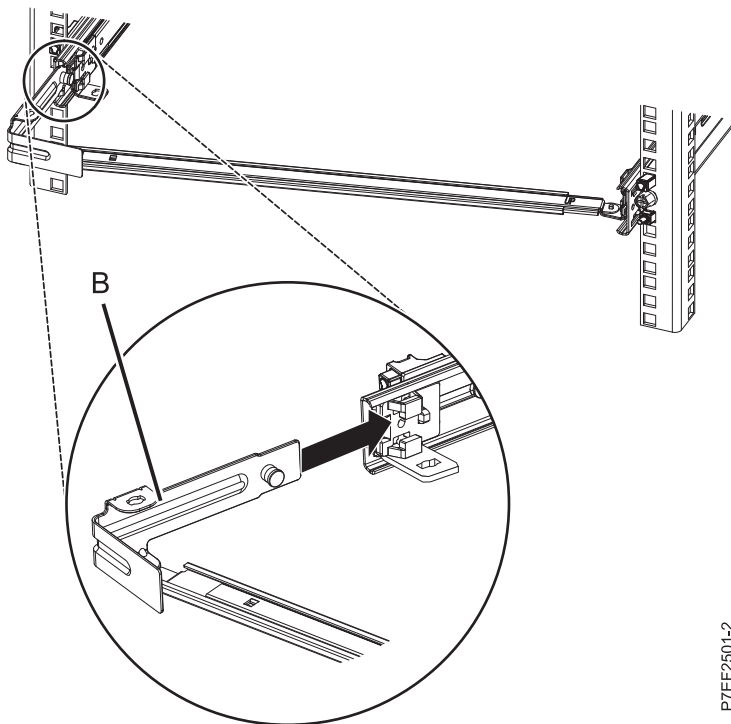

Figura 12. Tendido de la patilla e instalación de la abrazadera en el riel deslizante
4. Conecte la pieza de sujeción de tope de portacables (**B**) a la ranura en la parte interior del lado izquierdo deslizando la pieza de sujeción de tope (**B**) en el riel deslizante hasta que el pestillo accionado por resorte quede fijado. Para obtener más de talles, consulte Figura 12.